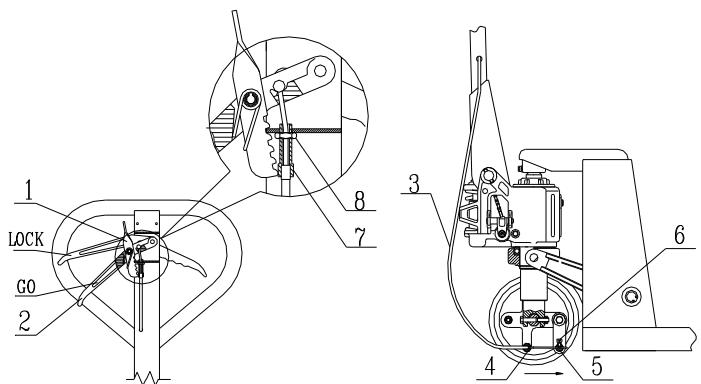

Рис. 7
• Как показано на Рис. 7, снимите Винт 6, последовательно проведите провод тормоза 3 через отверстия в осях 4 и 5, затяните его в обозначенном направлении, установите винт 6 и закончите установку, затянув его. Этот этап завершает установку.